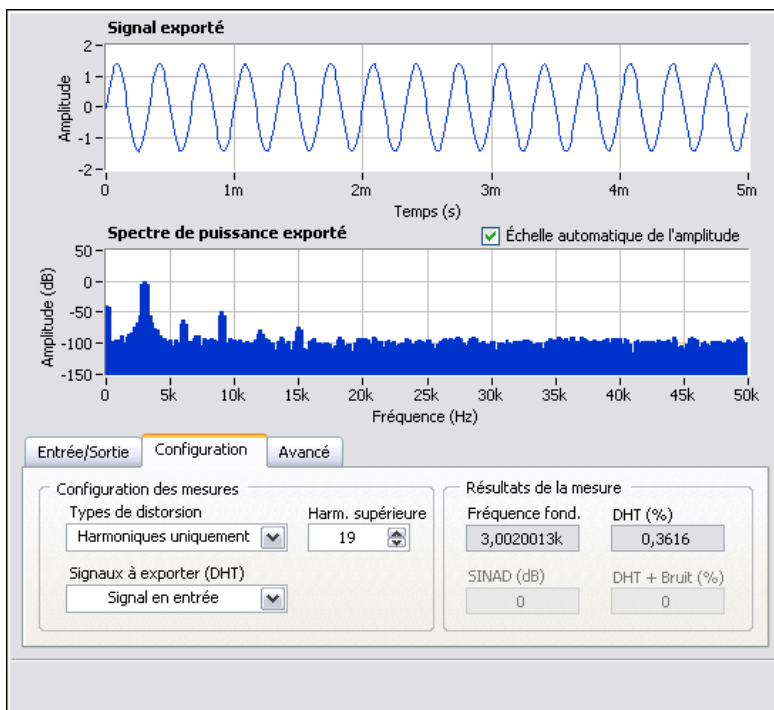

Figure 2-3. Onglet Configuration de l'étape Distorsion
1. Double-cliquez sur l'étape Distorsion dans la Vue du projet. LabVIEW SignalExpress affiche l'onglet **Configuration de l'étape** pour l'étape Distorsion, comme le montre la figure 2-3.